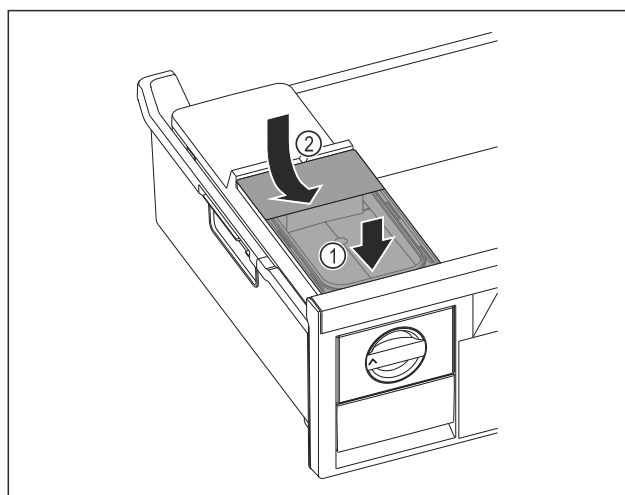

Fig. 98
- Wassertank vorne ansetzen. Fig. 98 (1)
- Wassertank hinten absenken. Fig. 98 (2)